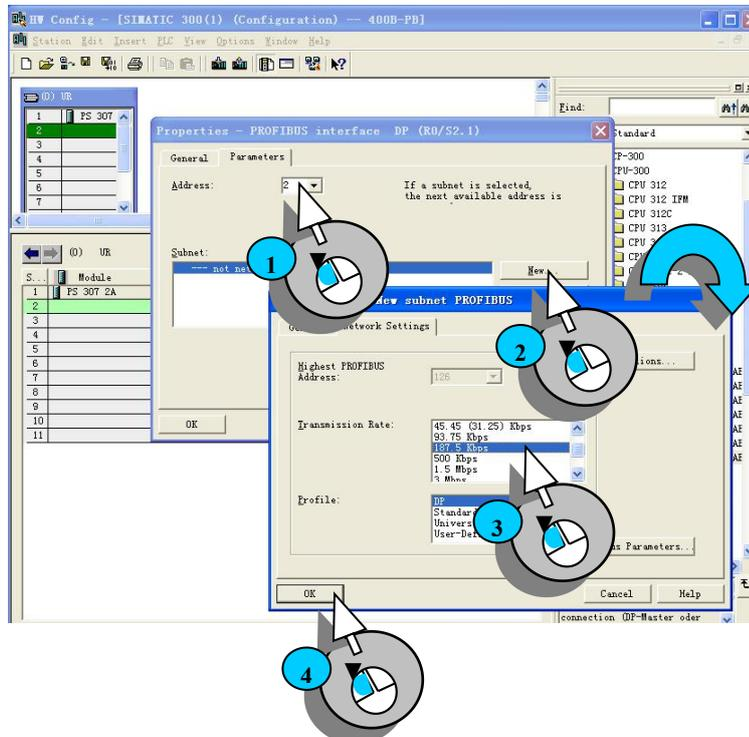
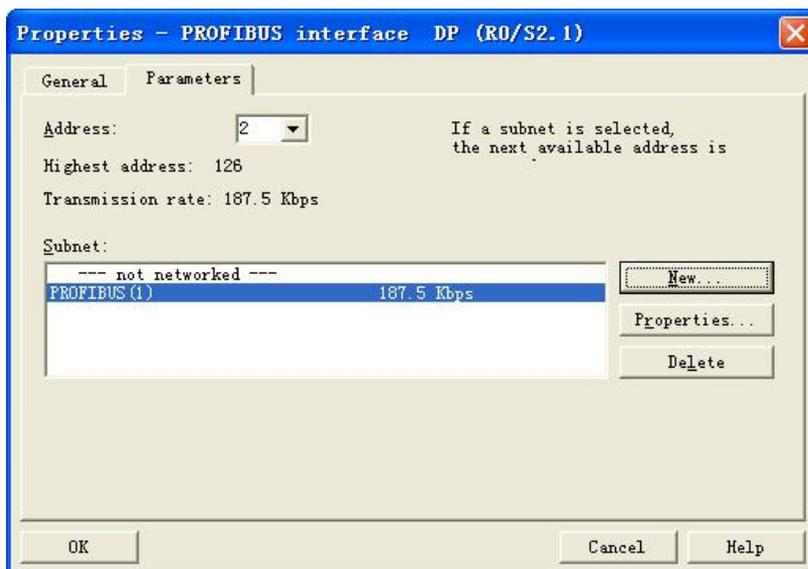

图 2-9 添加 PROFIBUS 连接
图 2-10 添加 PROFIBUS 连接
在下图选中第二个插槽，添加主站，并设置PROFIBUS的地址，见步骤 ①，并且为DP主站添加PROFIBUS连接，见步骤② 至步骤③。在打开的窗口中设置DP的波特率为187.5K，再点击两次“OK”即可，见图2-9和图2-10所示。